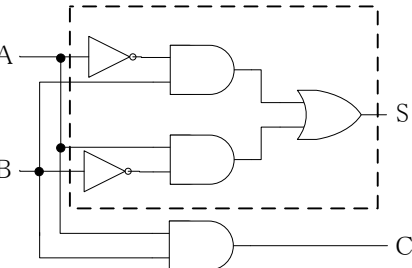
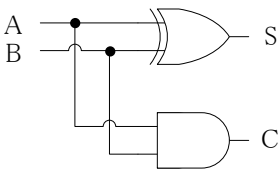

図6-1 半加算器
図6-2 EX-ORを用いた半加算器
- (1) 図6-1のように配線する。
- (2) 動作を確認して、結果を表6-2の真理値表に記録する。
- (3) 図6-1の破線部はEX-ORに等しい。図6-2のように置き換えて同様の実習を行う。